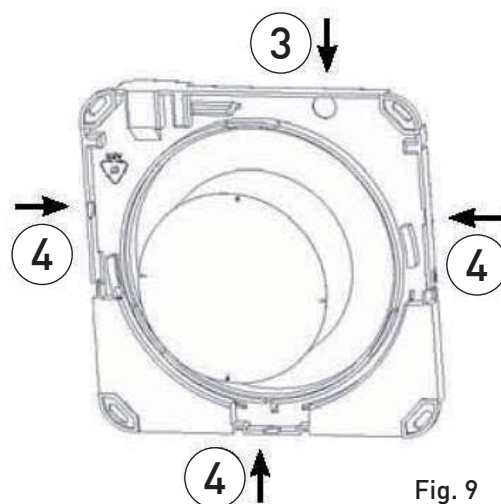

Fig. 9
2. Fracturez le volet prévu pour le passage des branchements (3), en cas de branchements externes découverts, fracturez les zones prévues (4) sur le porte-moteur que sur le couvercle (fig. 9).